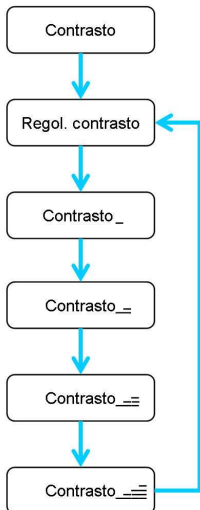

Fig.14
- Premere ripetutamente il pulsante "Afficheur" finché non apparirà l'informazione "Contraste" accompagnata da un diagramma a barre sulla destra (Fig. 14).